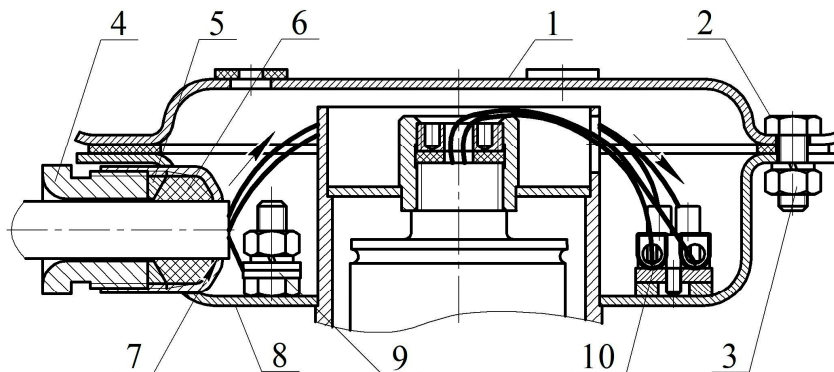

Рисунок 3
2.1.2 Произвести монтаж вводной коробки МПП (см. рисунок 3) в следующей последовательности: